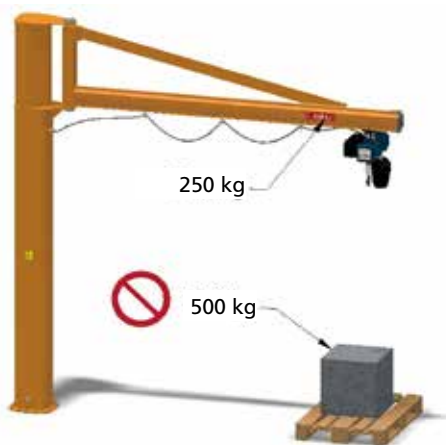

fig.63
- ▶ il cui peso, compreso l'eventuale accessorio, supera la portata della gru (fig. 63).